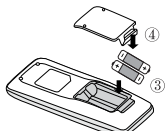

Fig. 2
3. Coloque duas pilhas 7# (AAA 1,5 V) e certifique-se de que a posição dos polos "+" e "-" é a correta (como mostrado na Fig. 2 ③).
4. Instale novamente a tampa (conforme mostrado na Fig. 2 ④).